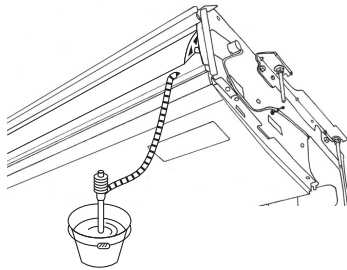

Fig. 5-3
5. Verifique se a drenagem se faz correctamente (Fig. 5-3)